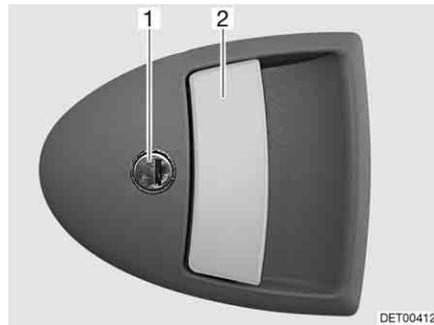

Fig. 31 Serratura della porta di ingresso, lato esterno
- Inserire la chiave nel cilindro della serratura (Fig. 31,1) e ruotare fino a quando la serratura della porta si sblocca.
- Tirare la maniglia della porta (Fig. 31,2). La porta è aperta.
- Inserire la chiave nel cilindro della serratura (Fig. 31,1) e ruotare fino a quando la serratura della porta si blocca.